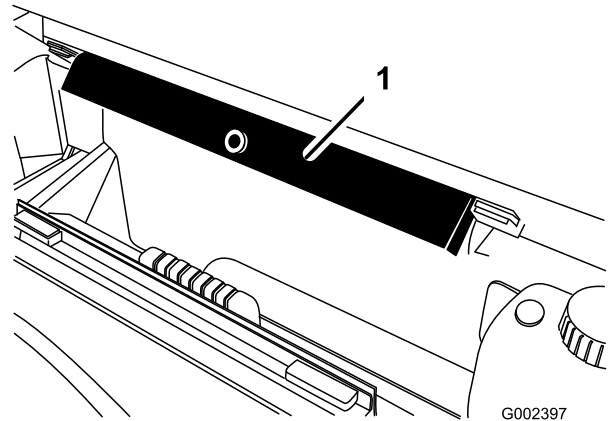

図 97
8. ROPS パネルの後ろについている保管用ブラケットから荷台サポート安全サポートを取り外す 図 97。